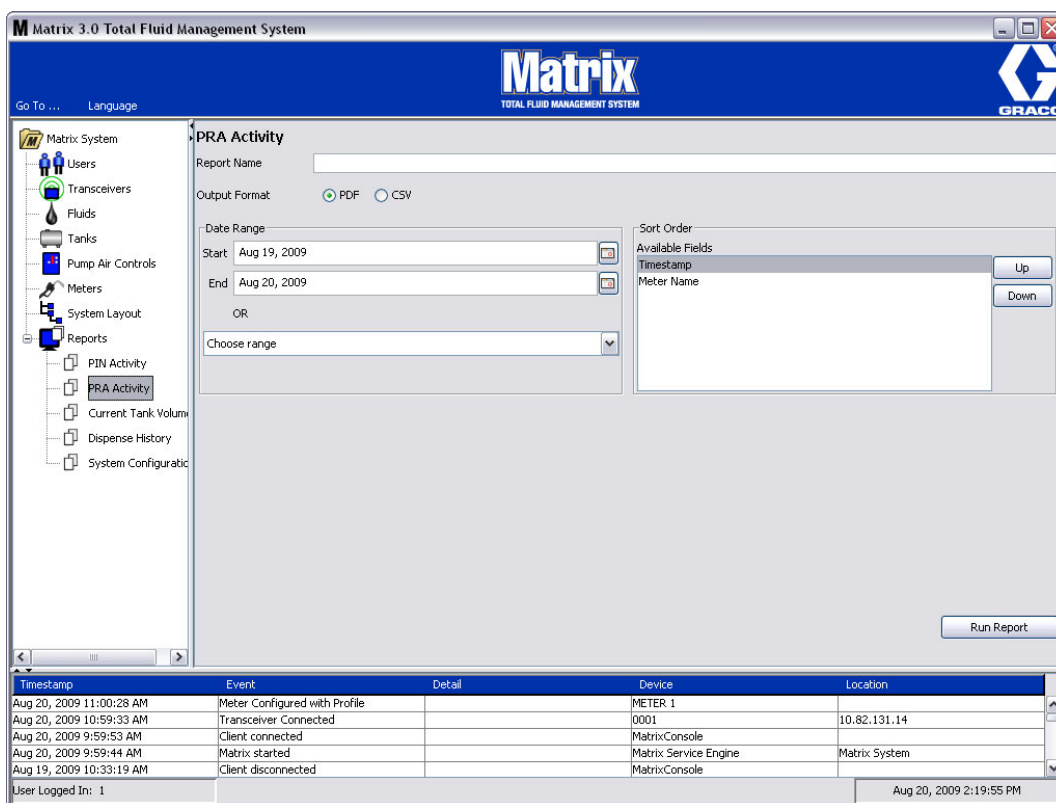

Рис. 103
- Экран «PRA Activity» [Активность PRA (допуска склада продукции)] (Рис. 103)